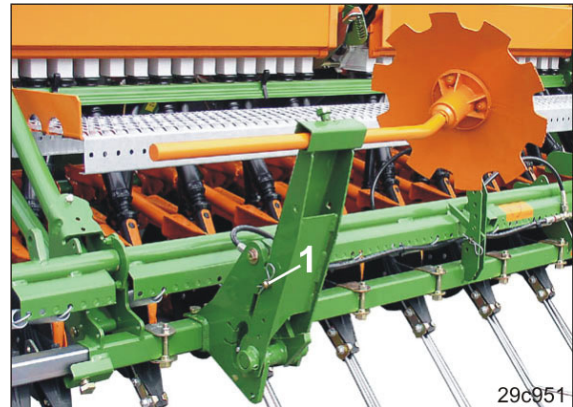

Fig. 100
1. Den Bolzen (Fig. 100/1) entfernen.